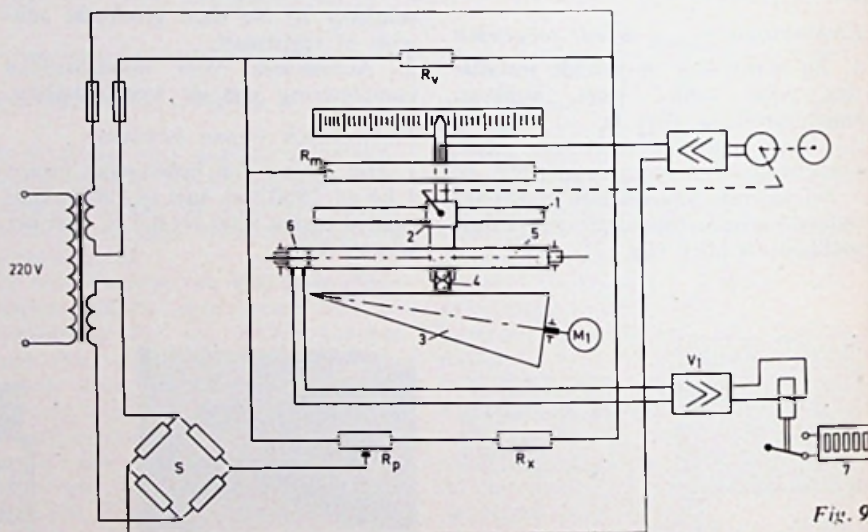

Fig. 9
De synchronomotor (M1) drijft de kegel (3) aan (fig. 9). Door middel van twee kogels (4) wordt de omtreksnelheid van de kegel overgebracht op de integratierol (5). De plaats van de kegels wordt bepaald door de meetwagen (2). Op het einde van de integratierol bevindt zich een collector (6) door middel waarvan impulsen via versterker (V1) aan de elektromagnetische teller (7) worden doorgegeven.